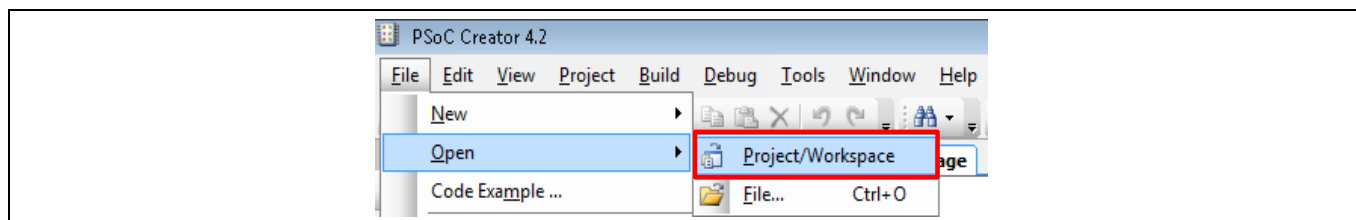

Figure 8 打开现有代码示例工作区
**Note:** 如果您使用的是代码示例, 请选择 **File > Open > Project/Workspace**, 如 Figure 8 所示。出现 **Open** 窗口。指向代码示例工作空间的位置并打开工作空间。